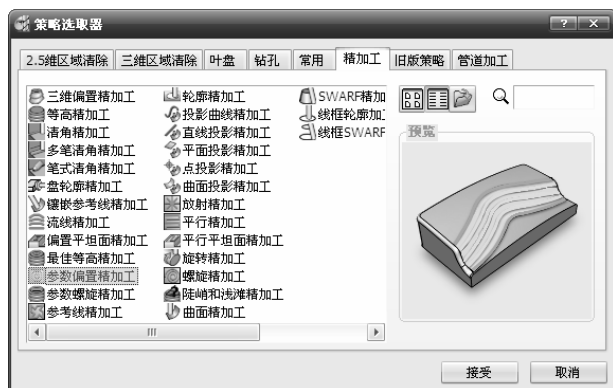

图 3-54 “策略选取器”对话框
1) 单击主工具栏上的“刀具路径策略”按钮 ，弹出“策略选取器”对话框，单击“精加工”选项卡，在弹出的精加工策略选项中选择“参数偏置精加工”加工策略，如图 3-54 所示。